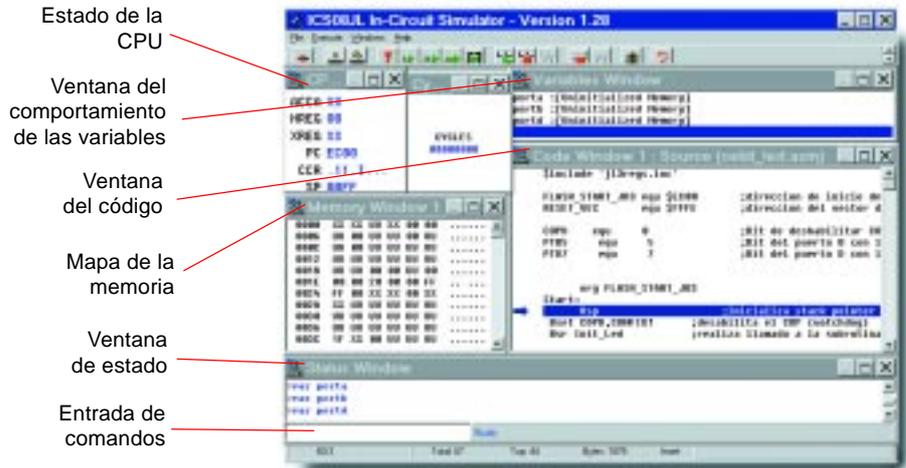

Figura 12. Pantallazo del simulador ICS08SL. Esta aplicación permite simular los programas en el circuito
6. Al obtener comunicación con el circuito, debe aparecer en la pantalla una nueva interface, en la que se tienen ventanas de puertos, zonas de memoria y programa en *assembler*, el cual puede ejecutarse paso por paso en la tarjeta, figura 12.